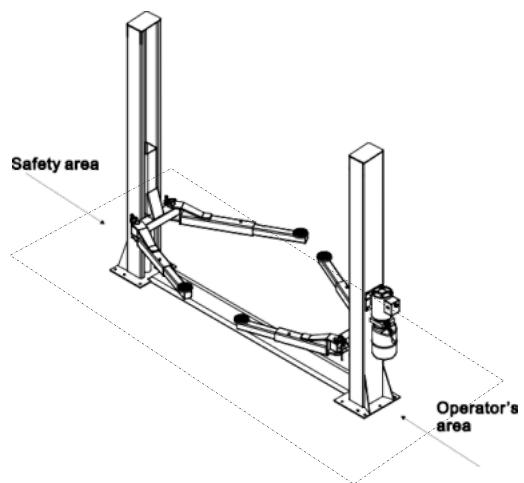

Рис. 10 Рабочая зона
- ◆ Во время подъема автомобиля люди находятся в безопасной зоне. (*Рис. 10*)